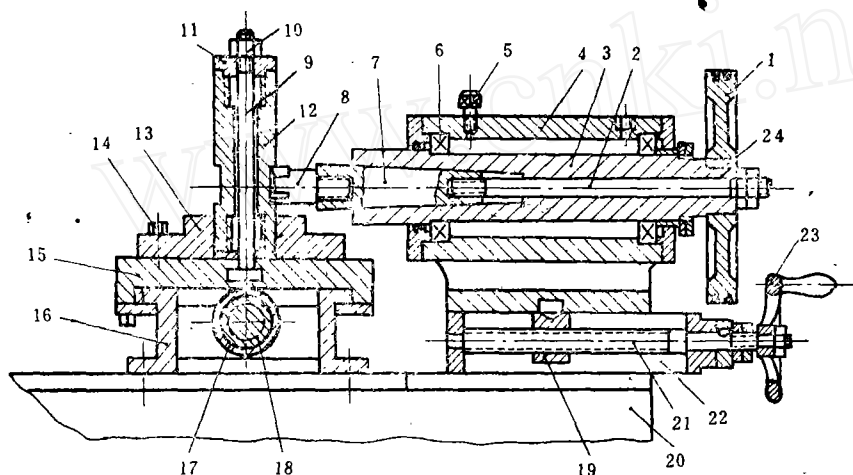

图5 双面铣床横剖面
1.结构特点 图5是双面铣床沿铣刀杆中心线的横剖视图。图中省略了左半部分的铣刀支承结构，只画出了与之对称的右半部分铣刀支承结构。